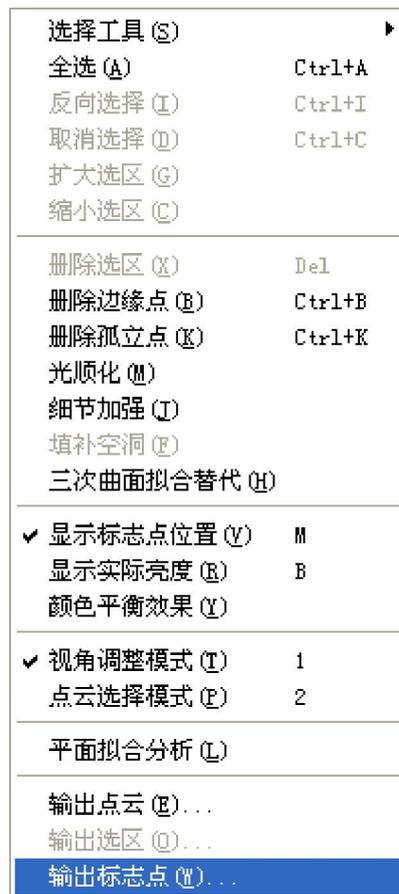

图 3-41 输出标志点
2. 在框架完成扫描的窗口中,单击右键,选择‘输出标志点’按钮,如图 3-41。则会弹出如图 3-42,保存框架的位置,输入框架的文件名,并注意扩展名为 RCF。